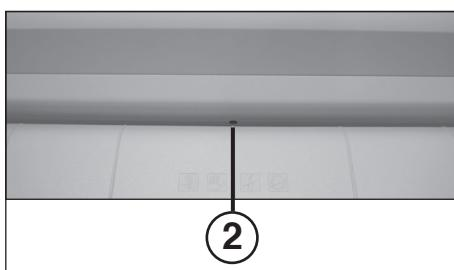

Fig. 2
**2 = Cellula fotoelettrica (rotazione in senso di taglio) (Fig. 2)**